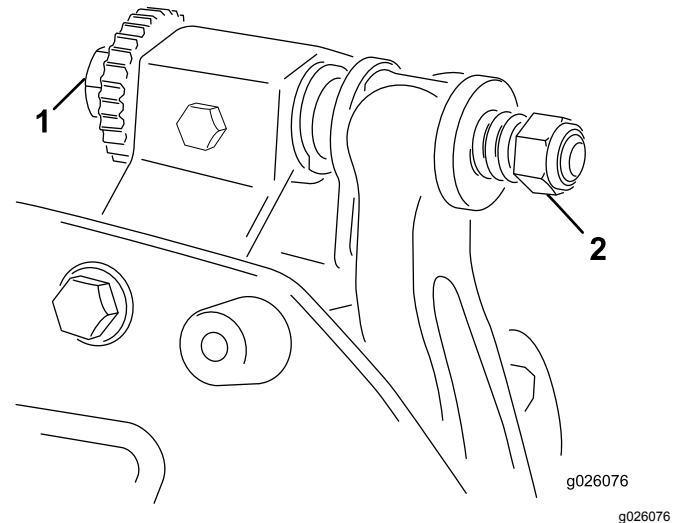

Bild 11
Kerbe nach rechts, bis Sie leichten Kontakt spüren und hören (**Bild 11**).
6. Drehen Sie die Einstellschraube des rechten Untermesserträgers (Bild 11), bis Sie einen leichten Druck (d. h. Widerstand) an der Beilagscheibe spüren, wenn Sie sie von einer zur anderen Seite schieben. Entfernen Sie die Beilagscheibe.